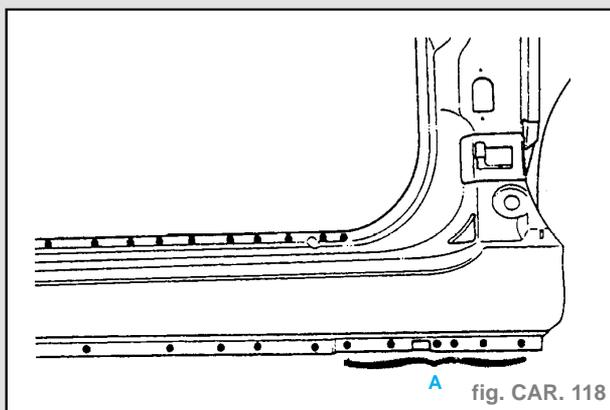

fig. CAR. 118
**Soudure** (fig. CAR. 118 et 119)
**Nota.** - En (A), les points sont en trois épaisseurs.